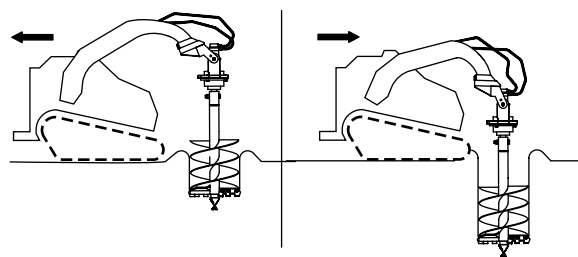

Рисунок 7
- Медленно опускайте шнек по мере разрыхления почвы. Во время погружения по мере необходимости перемещайте тяговый блок назад или вперед, чтобы сохранять вертикальное положение шнека (Рисунок 7).